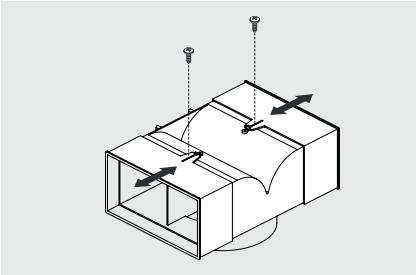

Figura 8.
a. Ajuste la longitud de las salidas del deflector de recirculación, de acuerdo al ancho del cubreductos. Asegure las salidas del deflector usando 2 tornillos ST 4.2X10. (Ver Figura 8).